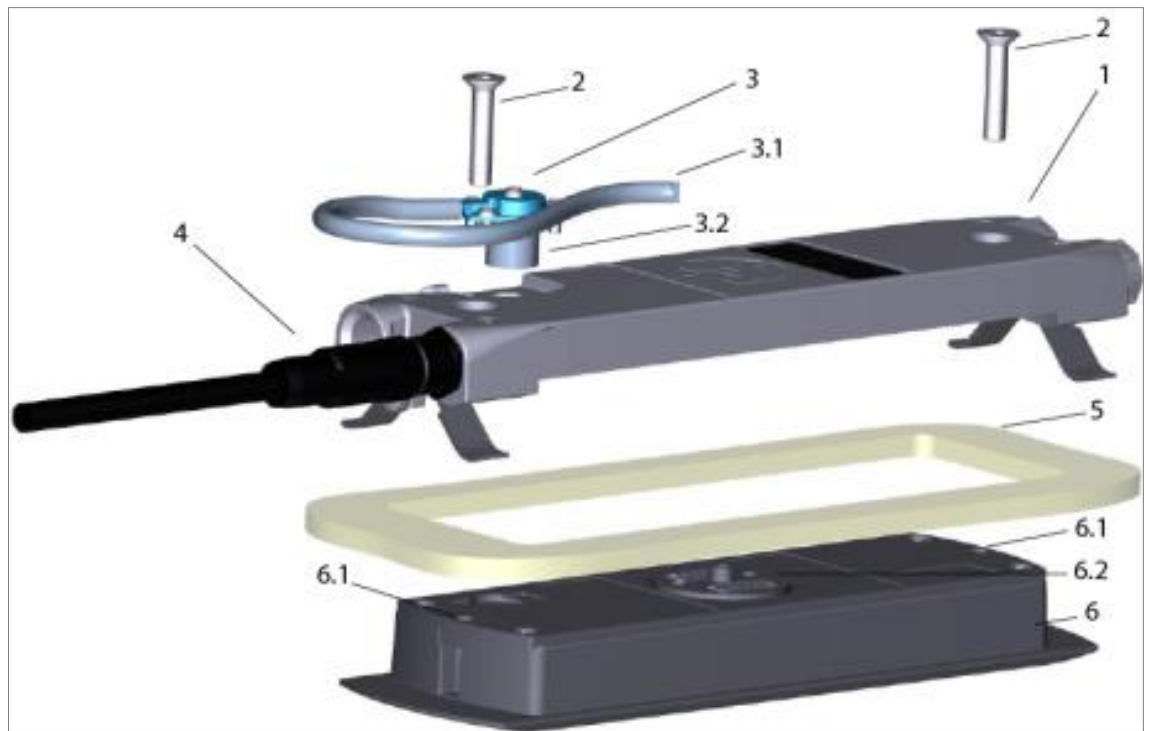

Рис. 3: Исполнение заподлицо: монтаж электромагнита опции «Дверной контакт» с sCON-F-12-PoE
- Монтаж электромагнита опции «Дверной контакт» с коннекторами **sCON-F-12** и **sCON-F-12-PoE** (см. рис. 3 и рис. 4)